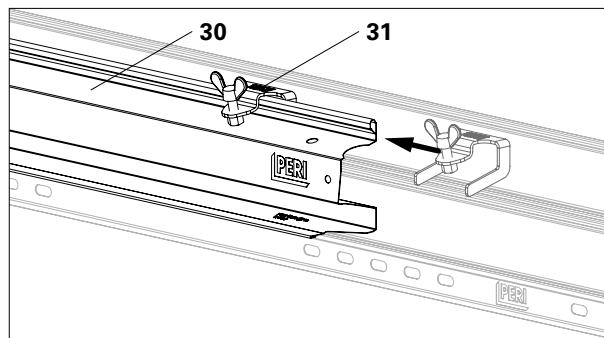

Abb. A5.06a
1. Bordblech Ausgleich UPY-L (31) auf erstes Bordblech UPY (30) aufschieben. (Abb. A5.06a)
2. Zweites Bordblech UPY (30) überlappend zwischen Bordblech UPY und Ausgleich UPY-L einschieben.